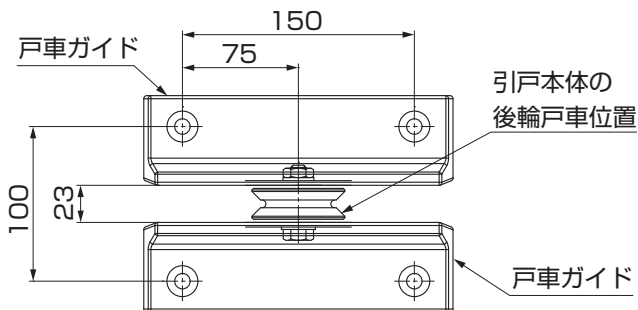

図13-2
②引戸本体を閉めた状態で引戸本体の戸車の位置にあわせて戸車ガイドを後輪の両サイドに位置合わせしてください。(図13-2参照)